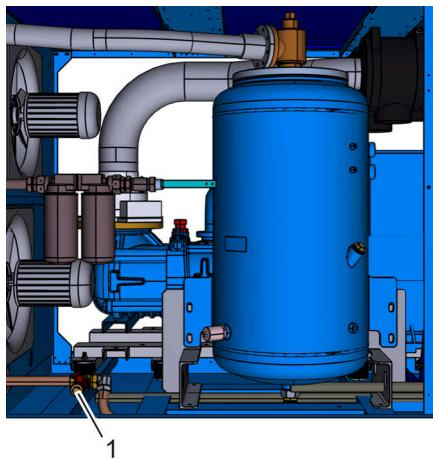

Рис. 39: Отверстие для слива масла
5. Осторожно откройте отверстие для слива (Рис. 39/1) и проверьте вытекающую жидкость.
7. Закройте отверстие для слива масла (Рис. 39/1) ↗ *Приложение В «Моменты затяжки винтов» на странице 124.*